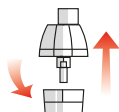

Рисунок 1
- Снимите крышку ёмкости для лекарства, аккуратно повернув её против часовой стрелки (рисунок 1).